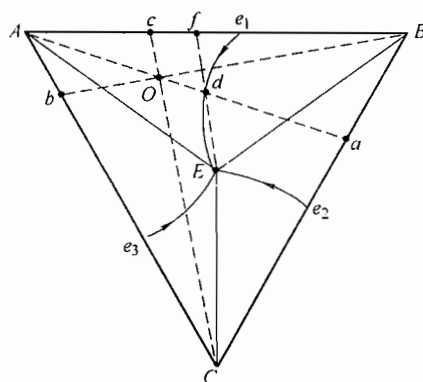

图 26-5 第四题解答图
1. 平衡结晶过程：如图 26-5 所示，连接 A、O 两点并延长，交 Ee_1 线于 d 点，交 BC 线于 a 点；连接 E、d 两点并延长，交 AB 线于 f 点。当温度降至稍低